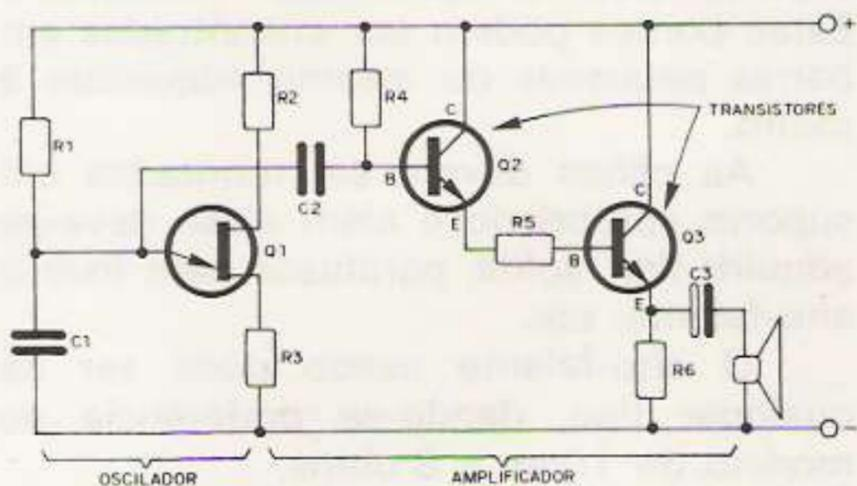

FIGURA 4
Infelizmente a intensidade da corrente que este circuito produz é muito pequena para poder alimentar um alto-falante e produzir bom som. Por este motivo, no emissor do unijunção (E), ligamos a entrada de um amplificador para podermos ter som muito mais forte. (figura 4).